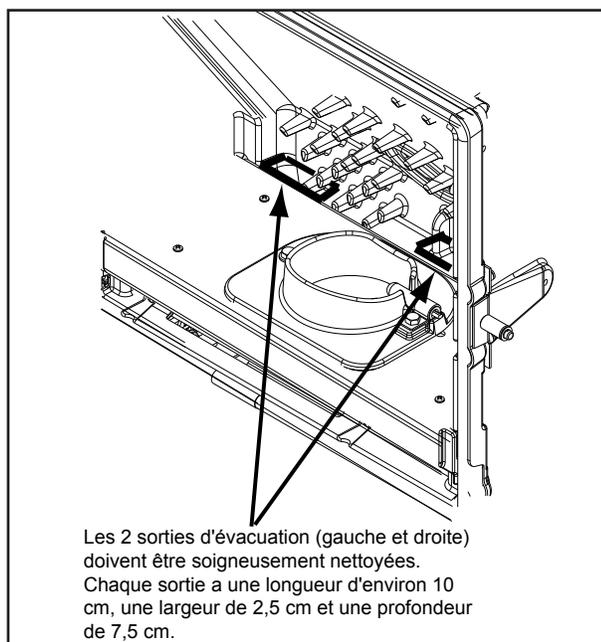

Figure 36.2
- d. Utilisez le suceur plat pour finir de nettoyer les ailettes de l'échangeur thermique. Il est essentiel que les 2 orifices d'évacuation au bas et à l'arrière de la chambre de combustion (droite et gauche) soient soigneusement nettoyés. **Figure 36.2.** Ceci peut être fait de plusieurs manières.